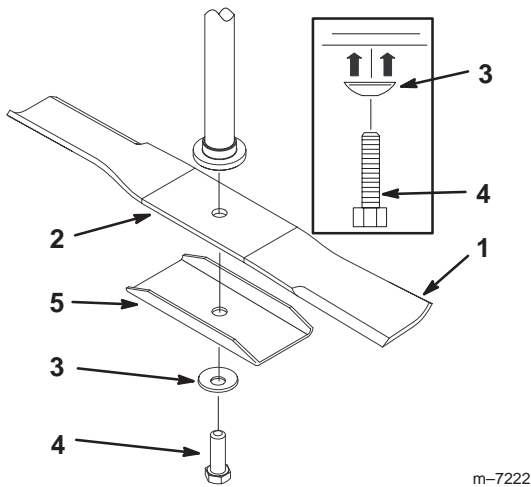
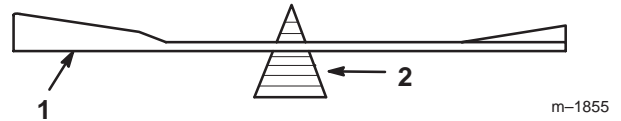

Figure 36
Figure 38
Tenez la lame à son extrémité avec un chiffon ou un gant épais. Enlevez le boulon, la rondelle bombée, le renfort et la lame de l'axe (Fig. 36).
2. Vérifiez l'équilibre de la lame en la plaçant sur un équilibreur (Fig. 38). Si la lame reste horizontale, elle est équilibrée et peut être utilisée. Si la lame est déséquilibrée, limez un peu l'extrémité de la partie incurvée seulement (Fig. 36). Répétez la procédure jusqu'à ce que la lame soit équilibrée.
1. Placez la lame sur l'axe avec le renfort de lame (Fig. 36).
2. Installez le renfort et le boulon de fixation (Fig. 36). Serrez le boulon de lame à 47–88 Nm (35–60 pieds-livre).